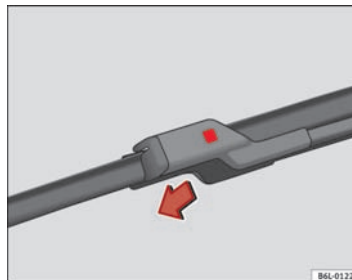

Fig. 130 Udskiftning af viskerblade
- Tryk på låseknappen ⇒ Fig. 130.